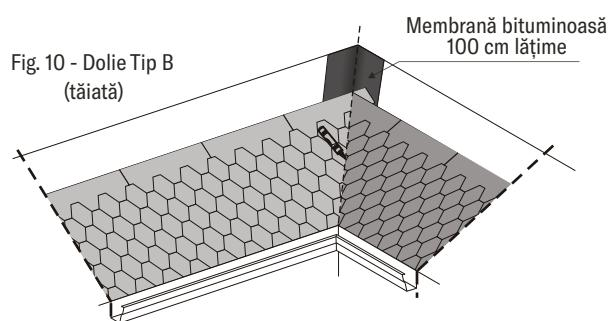

Fig. 10 - Dolie Tip B
- Dolie Tip B (tăiată) - plăcile montate pe o faldă vor fi petrecute dincolo de axul doliei pe cea de-a doua faldă min. 25 cm. După acoperirea integrală a primei falde, montajul plăcilor de General Shingle pe cea de-a doua faldă se va face urmărind ca acestea să depășească complet axa doliei. După instalarea completă a plăcilor de General Shingle și pe cea de-a doua faldă se va marca axa doliei utilizând o sfoară de trasaj. De-a lungul acestei linii plăcile de la suprafață vor fi tăiate și, ulterior fixate cu mastic bituminos - vezi Fig. 10;